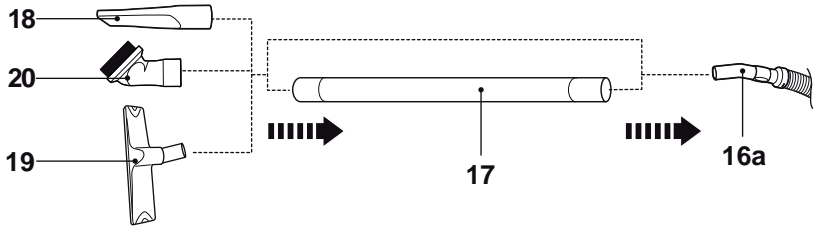

Fig. 16
- > Conecte el/los tubo(s) de extensión (17) o los accesorios (18, 19, 20) a la agarradera del tubo (16a) si los necesita (Fig. 16).